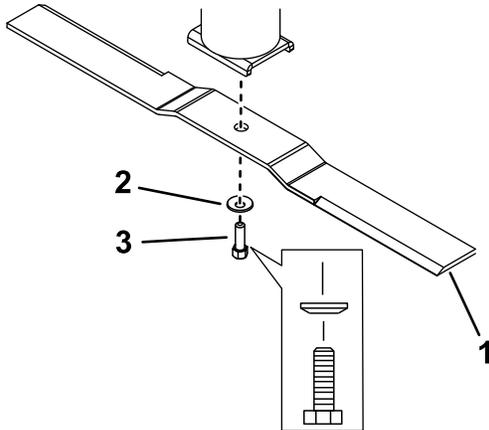

Bild 38
2. Entfernen Sie die Messerschraube, Wellenscheibe und das Schnittmesser von der Spindelwelle (Bild 38).
1. Setzen Sie das Messer auf die Spindelwelle (Bild 38).
2. Setzen Sie eine neue Wellenscheibe (gebogene Seite in Richtung Schnittmesser) und Messerschraube ein (Bild 38).